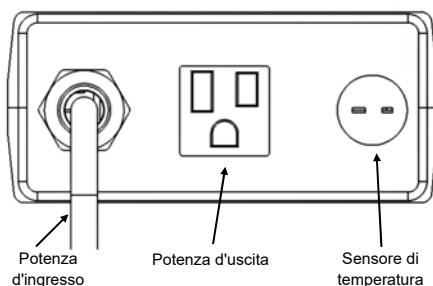

Figura 1
4. Inserire il cavo di alimentazione del regolatore di limite di temperatura nella presa di alimentazione di uscita del regolatore di limite di temperatura (vedi Figura 1).